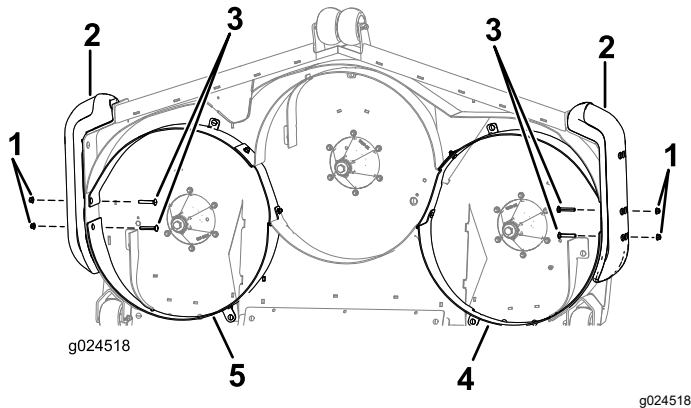

Figura 5
**Nota:** Para facilitar la alineación de los deflectores, introduzca los pernos de cuello cuadrado ( $\frac{3}{8}$ " x  $2\frac{1}{2}$ ") y las tuercas con arandela prensada ( $\frac{3}{8}$ ") a través de los lados de los deflectores y del parachoques (Figura 5).
1. Introduzca 2 pernos de cuello cuadrado (3/8" x 2 1/2") en cada lado a través de los deflectores derecho e izquierdo y los parachoques (Figura 5).
2. Sujete los 2 pernos de cuello cuadrado con 2 tuercas con arandela prensada (3/8") en cada lado (Figura 5).